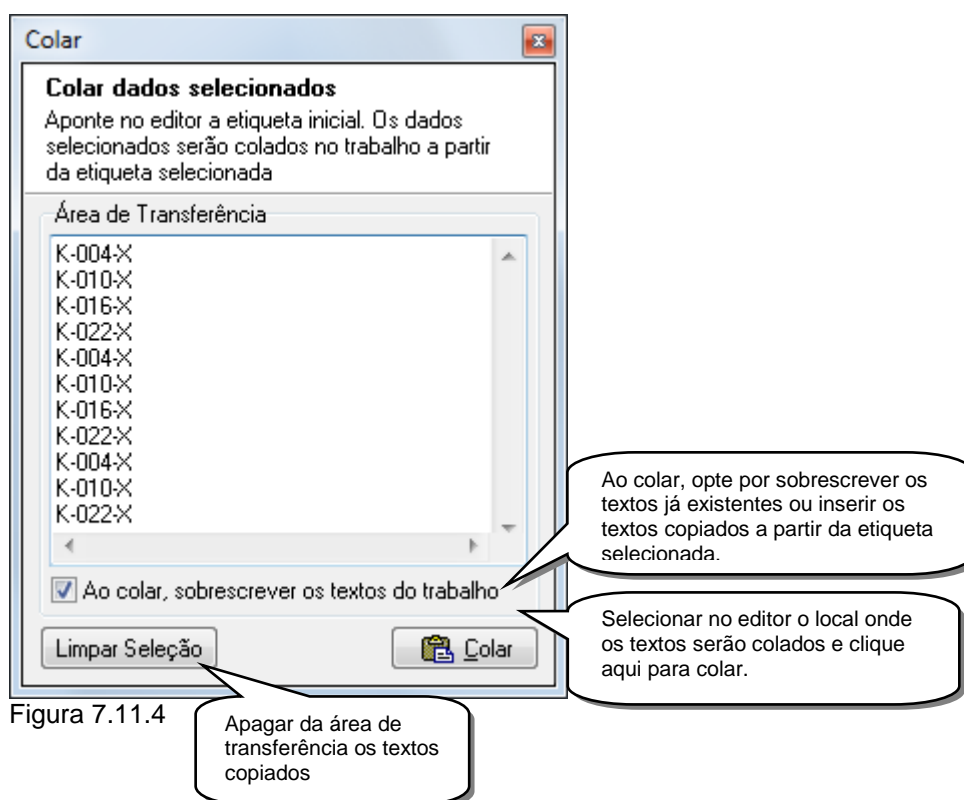

Figura 7.11.4
- Na sequência o software irá abrir uma janela contendo os textos copiados para a área de transferência. Para colar basta apontar no editor o local onde os textos serão colados e clique em “Colar” (figura 7.11.4).